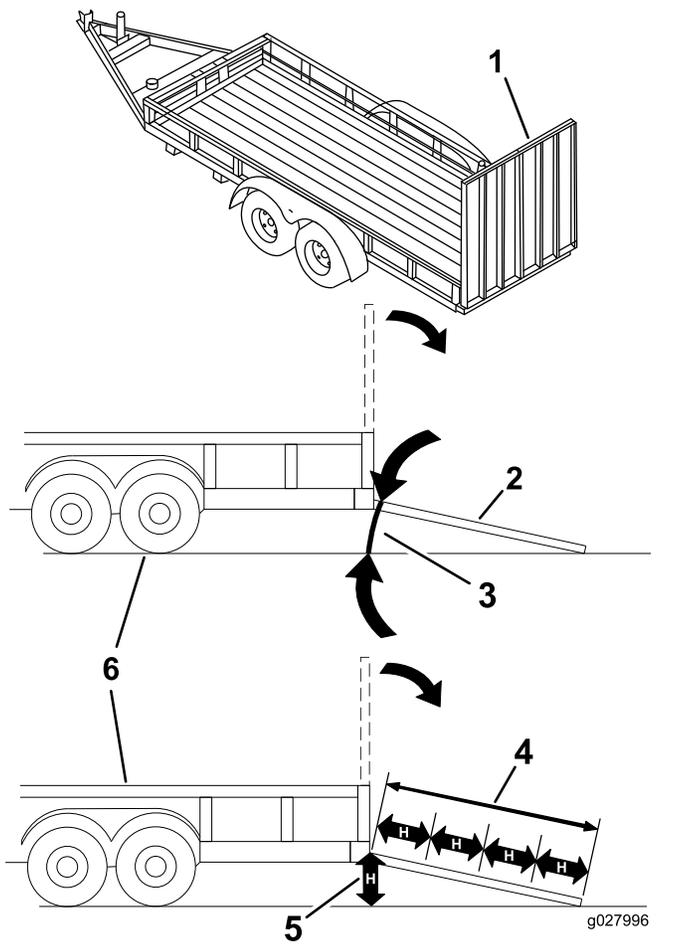

Figure 29
Le chargement de la machine sur une remorque ou un camion augmente le risque de basculement et donc de blessures graves ou mortelles (Figure 29).
1. Abaissez la rampe pour que l'angle avec le sol ne dépasse pas 15 degrés (Figure 29).